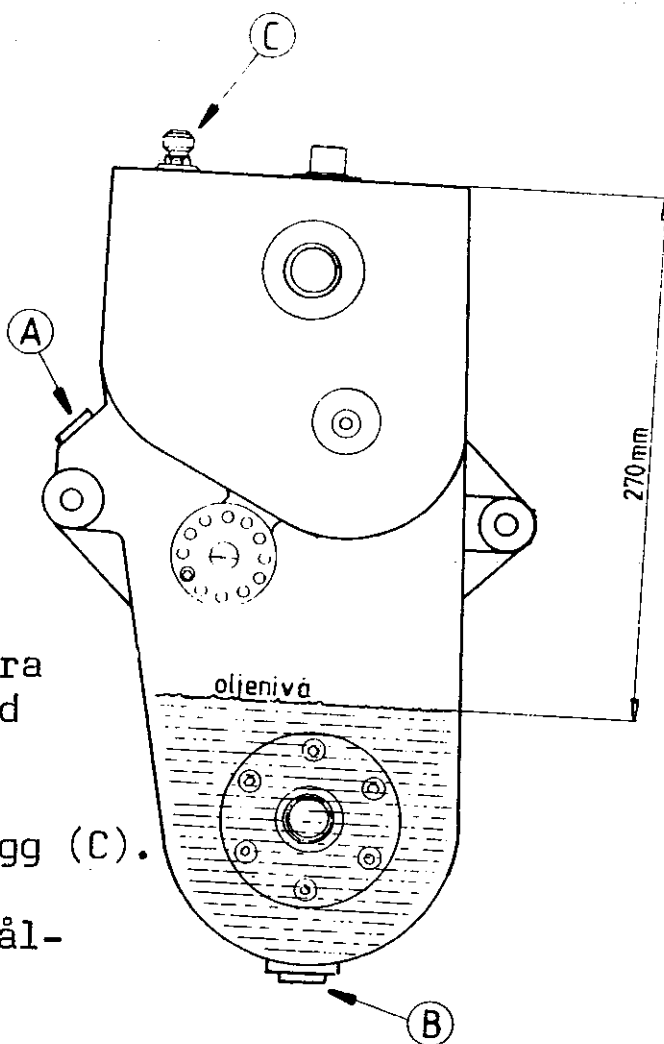

Bild 26
1. Demontera ventilationsplugg (C).
5. Montera ventilationsplugg (bild 26)